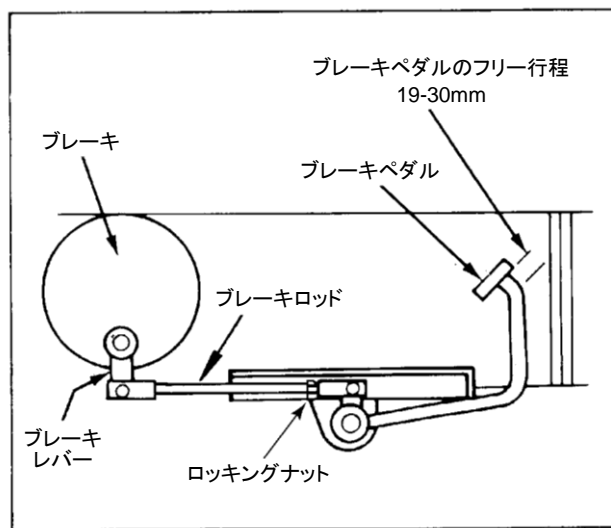

図 7 5 ブレーキペダルの調整
1. ロックナットを弛め（図 7 5）、ペダルの遊びが 19-30mm になるまで、ブレーキロッドを回します。ロッドを長くすると遊びが増し、ロッドを短くすると遊びが少なくなります。